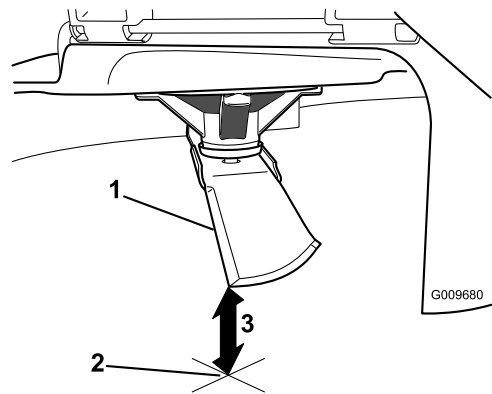

**Figura 64**
- Distancia medida entre la cuchilla y la superficie (A)
- Gire la misma cuchilla 180 grados de manera que el otro extremo esté en la misma posición (Figura 64).